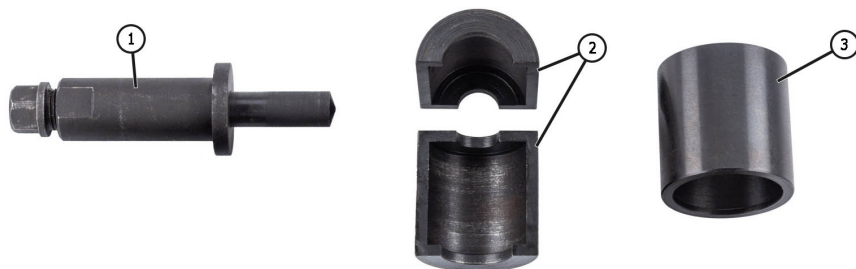

Рисунок 1
- знімач шківів (див. рис. 1), що включає: гвинтовий механізм (поз. 1), розрізну чашку (поз. 2), фіксуючу гільзу (поз. 3);